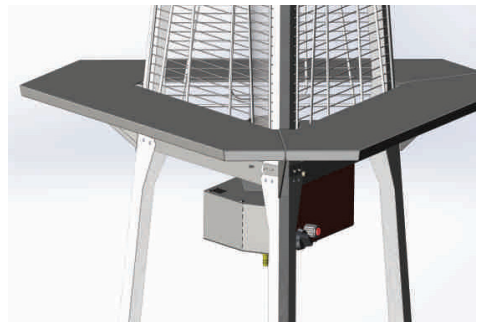

Рис. 21
8. повторите операцию 7 для закрепления последней подставки. Должно получиться следующее (Рис. 21);